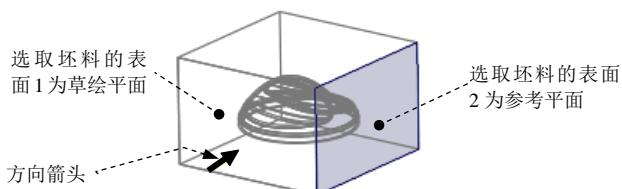

图 11.20 定义草绘平面
(1) 单击**模型**功能选项卡**形状**▼区域中的按钮，此时系统弹出“拉伸”操控板。
(2) 在系统弹出的拉伸操控板中，确认“拉伸为曲面”按钮被按下。
(3) 定义草绘截面放置属性。在图形区右击，从系统弹出的菜单中选择**定义内部草绘...**命令；在系统`选择一个平面或曲面以定义草绘平面。`的提示下，选取图 11.20 所示的坯料表面 1 为草绘平面，接受图 11.20 中默认的箭头方向为草绘视图方向，然后选取图 11.20 所示的坯料表面 2 为参考平面，方向为**右**，然后单击**草绘**按钮。